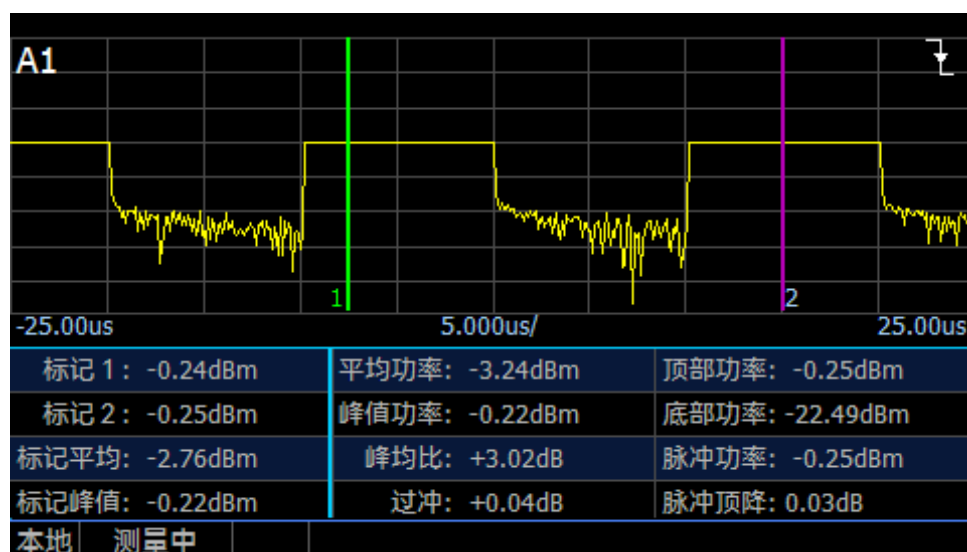

图 4.2 多个周期自动测量功率参数
- 6) 【通道】>[迹线控制], 进入迹线控制, [测量参数]>[功率], 如图 4.2 所示, 得到多个波形显示和功率参数自动测量;